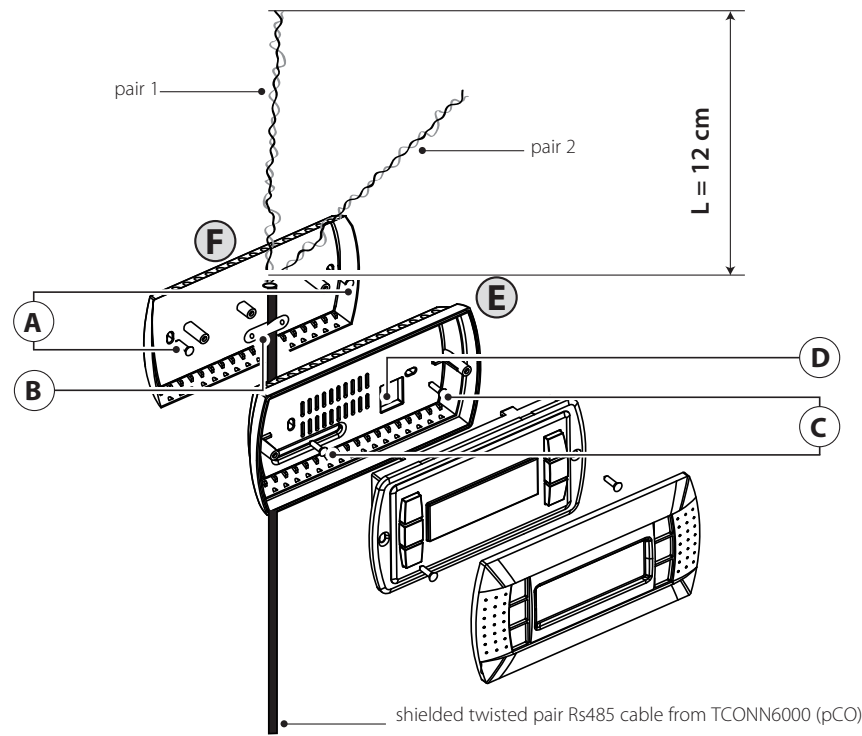

Fig. 3
Le montage de l'unité terminale PGD1010YW0 est possible également avec le câblage à «vue» en utilisant d'abord le dos du boîtier F, qui doit être fixé au mur (fig.3).
- appuyer sur la touche ⌵ jusqu'à ce que le curseur se place sur le champ xx (I/O board address) Fig. 3;
Die Montage des Bedienteils PGD1010YW0 kann auch mit "sichtbarer" Verdrahtung anhand des Rückenteils F erfolgen, das zu Beginn an der Wand befestigt wird (Fig. 3).